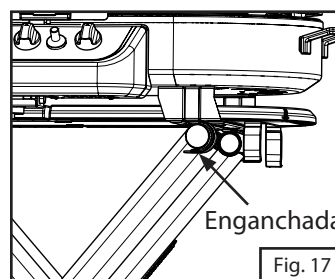

Fig. 17
2. Inmovilice la parte superior de la parrilla en los soportes de las patas, como se ilustra. (Fig. 17)